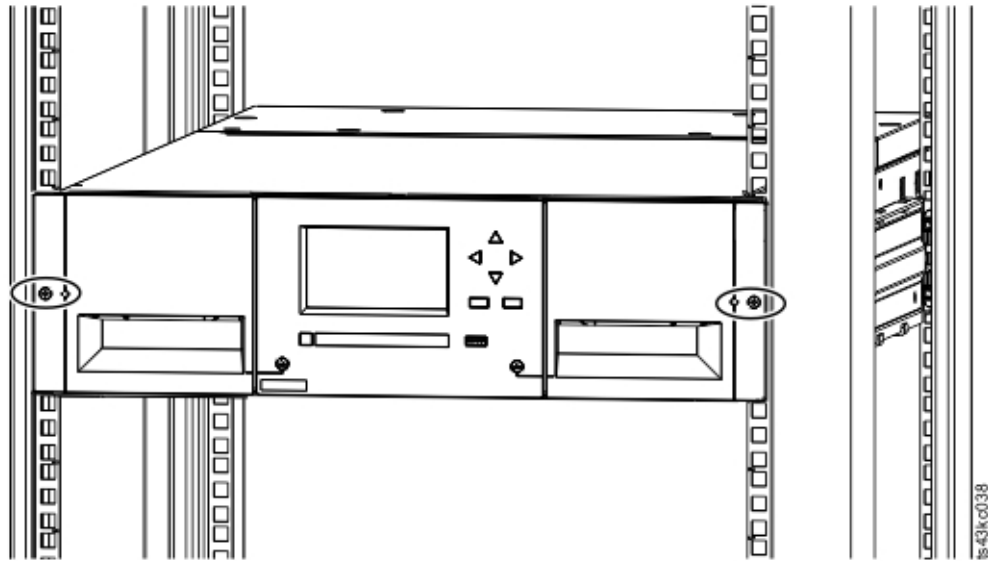

Figura 42. Libreria nel rack
5. Con un cacciavite Phillips, avvitare il modulo nella parte anteriore dell'alloggiamento, una vite su ciascun lato. Vedi le aree cerchiare in Figura 42 a pagina 62.